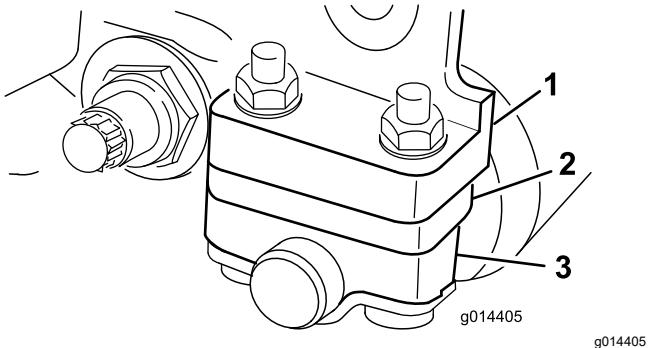

Figura 12
1. Ajuste os suportes do rolo traseiro no limite de corte desejado posicionando a quantidade necessária de espaçadores por baixo da flange de montagem da placa lateral (Figura 12), de acordo com a secção Tabelas de altura de corte e de seleção de lâminas (página 16).